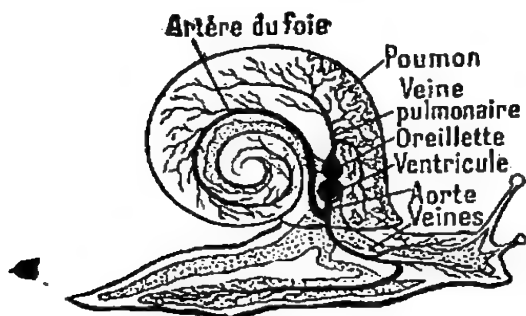
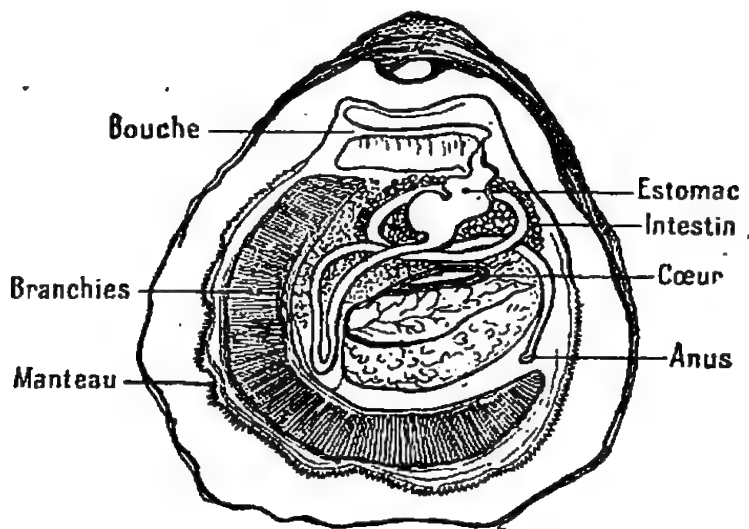

Fig. 241. — Appareil circulatoire de l'escargot.
Fig. 242. — Anatomie de l'huître.
**11. Embranchement des mollusques.** — Les principaux sont : 1° l'escargot (Voir 27e leçon et fig. 241), dont la coquille est enroulée en spirale, et la limace (Voir 27e leçon), qui a une coquille toute petite située en arrière de la tête. Ce sont des herbivores nuisibles; 2° l'huître (fig. 242) et la moule, qui se fixent dans la mer et ont le corps protégé par une coquille à